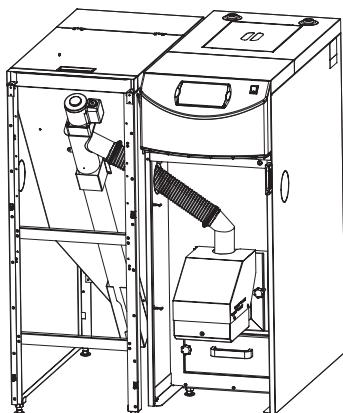
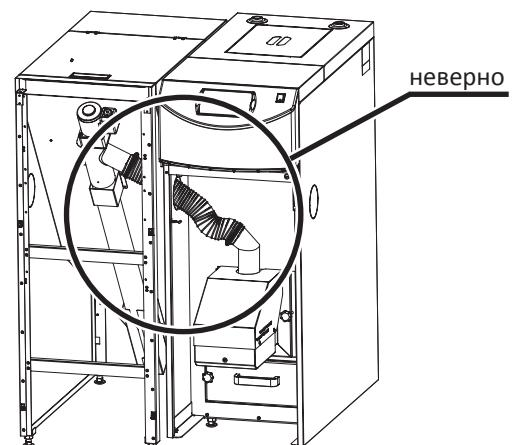

Рис. 3 Правильное подсоединение гофрированной трубы механизма подачи.
Рис. 4 Неправильное подсоединение гофрированной трубы механизма подачи.
6. Произвести все необходимые регулирования в области угла наклона соединителя и длины гибкой гофрированной трубы. Соединение не может образовывать загибы гофрированной трубы, которые могут привести к блокировке пеллет (см. **Рис. 3** и **Рис. 4**).